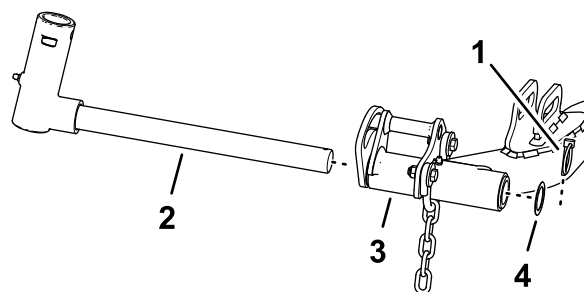

Figura 25
- Îndepărtați cuiul de osie i aiba care fixează furca pivotului pe braul de ridicare i glisai arborele în afara braului de ridicare (Figura 25).